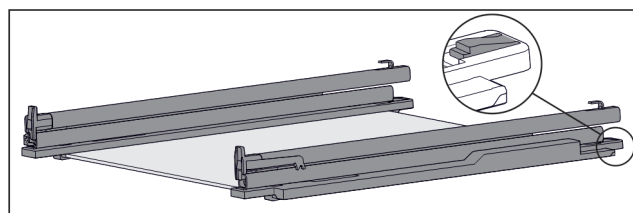

Fig. 105 Płyta szklana z szynami i elementami mocującymi
- ▶ Docisnąć element mocujący z tyłu do dołu (patrz Fig. 105) i jednocześnie wsunąć szynę do tyłu.